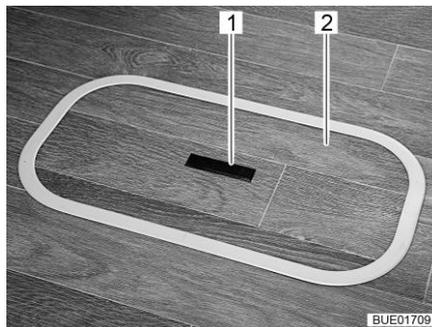
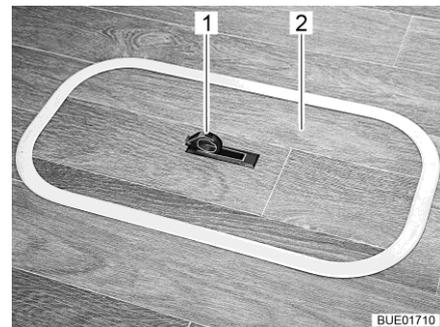

Fig. 69 Cubierta del compartimiento del fondo (tirador hundido)
Fig. 70 Cubierta del compartimiento del fondo (tirador girado hacia fuera)
- Presionar hacia abajo un lado de la placa de agarre (Fig. 69,1). El tirador (Fig. 70,1) girará hacia arriba.
- Quitar la cubierta (Fig. 69,2 ó bien Fig. 70,2) hacia arriba.